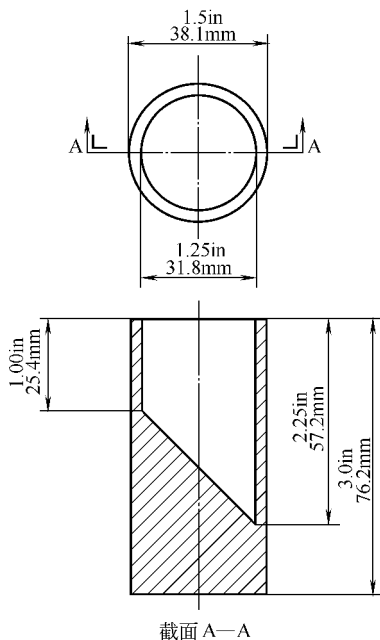

图 1-1 定义小物体的圆桶
0.45359237kg，下同)力的作用下完全可以放置到如图 1-1 所示的圆桶中，则被定义为小物体。